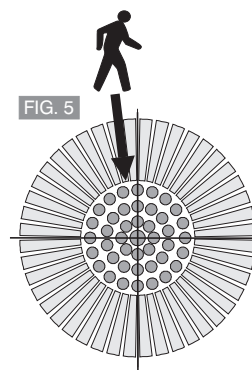
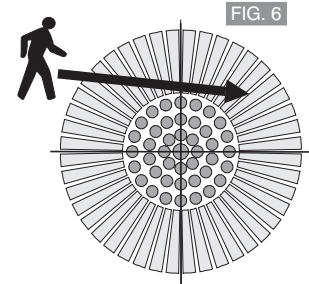

FIG. 5
FIG. 6
- Avant l'installation tenir compte du fait que le détecteur est plus sensible aux mouvements qui traversent son champ d'action (FIG. 6) et moins sensible aux mouvements en direction dudit détecteur (FIG. 5).
- Vor der Montage bedenken Sie, dass der Bewegungsmelder mehr auf Bewegungen, die quer zum Verlauf der Linsensegmente erfolgen, reagiert (ABB. 6) und weniger auf frontale Annäherung, d. h. Bewegungen, die direkt in Richtung des Sensors gehen (ABB. 5).